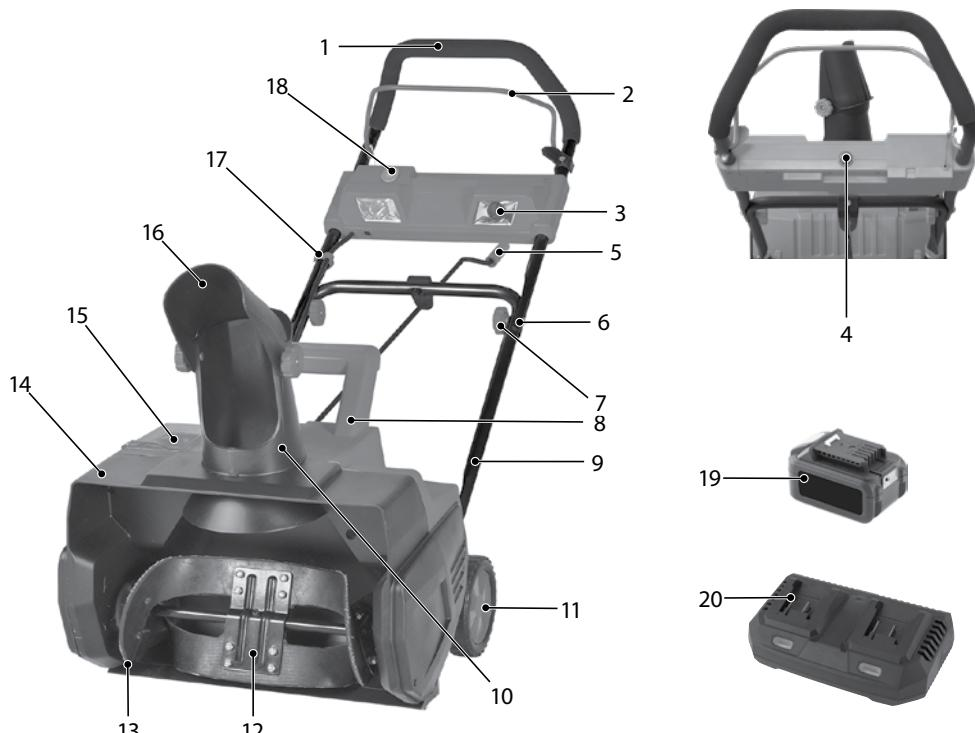

Рис. 2.
- Совместите отверстия дефлектора (рис. 2, поз. 16) с отверстиями на выпускном желобе (рис. 2, поз. 10). Установите винт с полукруглой головкой (рис. 1, поз. 11) и закрепите гайкой-барашком (рис. 1, поз. 9) с двух сторон.